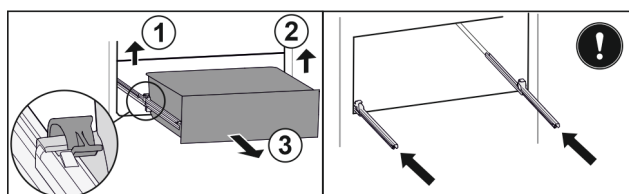

Fig. 187
- Podignite lijevu stezaljku i istovremeno izvucite ladicu lijevo prema naprijed. Fig. 187 (1)
- Podignite desnu stezaljku i istovremeno izvucite ladicu desno prema naprijed. Fig. 187 (2)
- ▶ Izvadite ladicu prema naprijed. Fig. 187 (3)